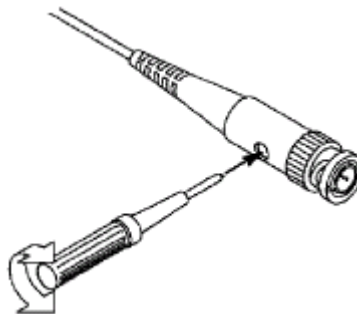

Figura 0-3: Ajuste de la sonda
2. Verifique la forma de onda mostrada y ajuste la sonda hasta que la compensación sea correcta. Consulte la Figura 0-2 y la Figura 0-3.